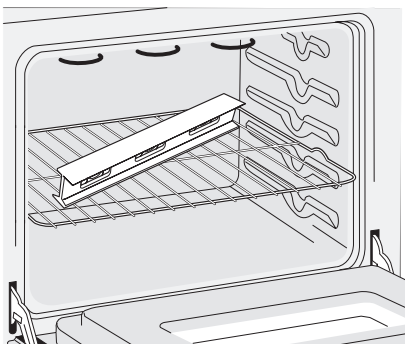

Figura 10
1. Instale una parrilla en el centro del horno superior (vea la figura 10).